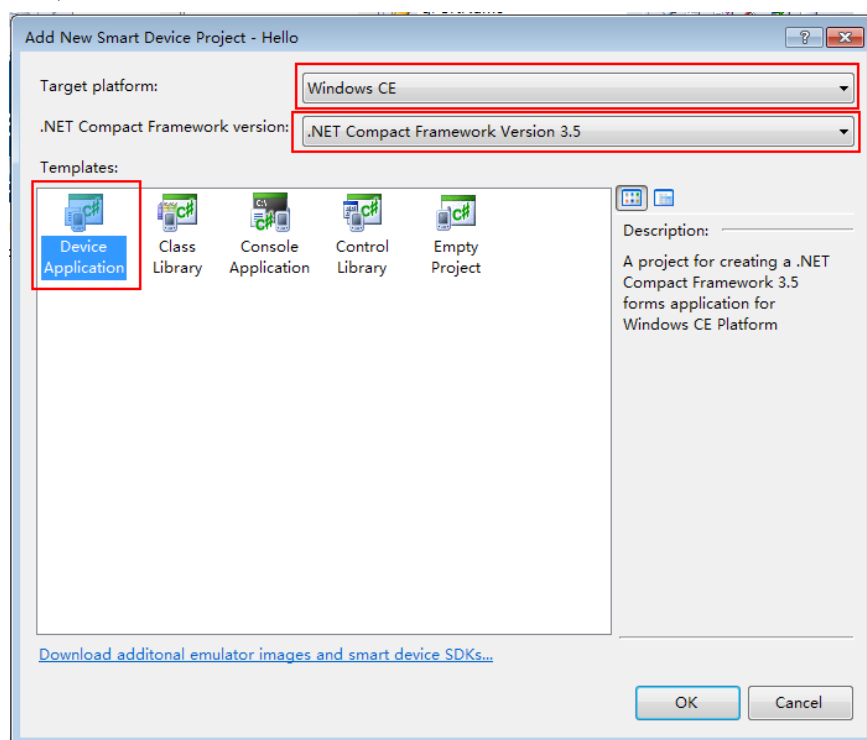
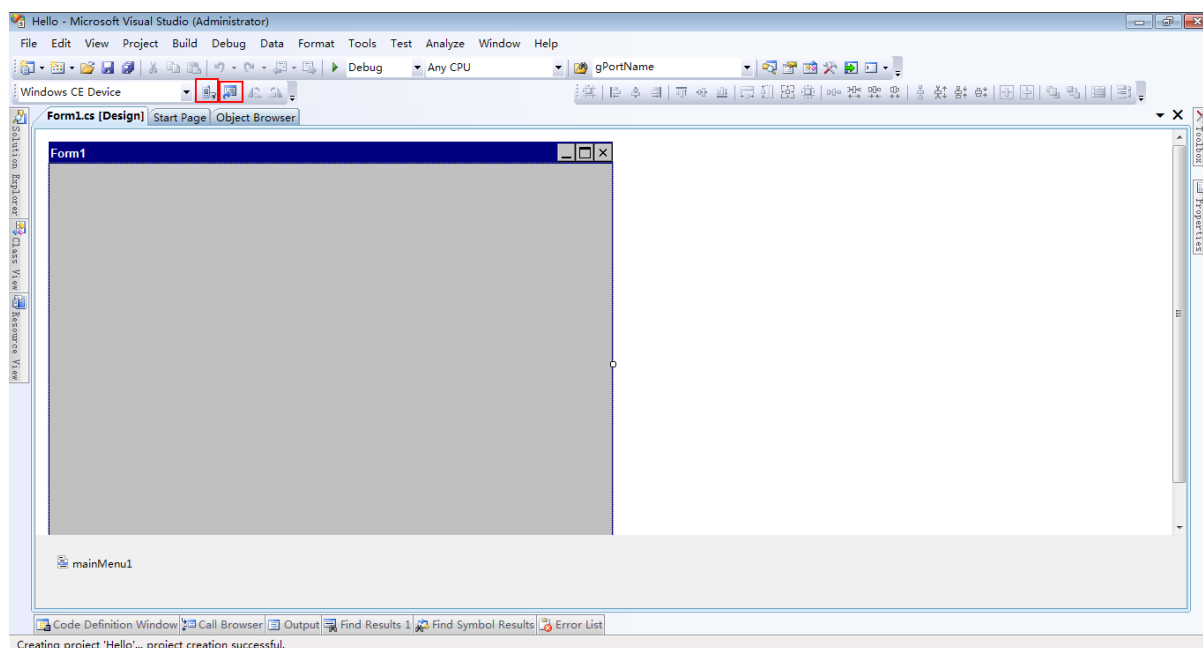
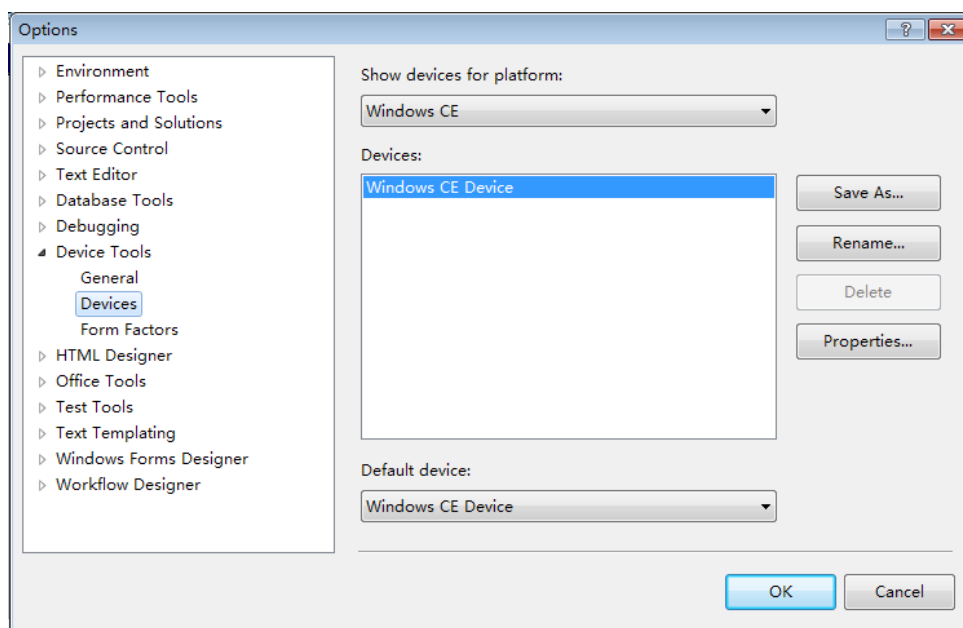
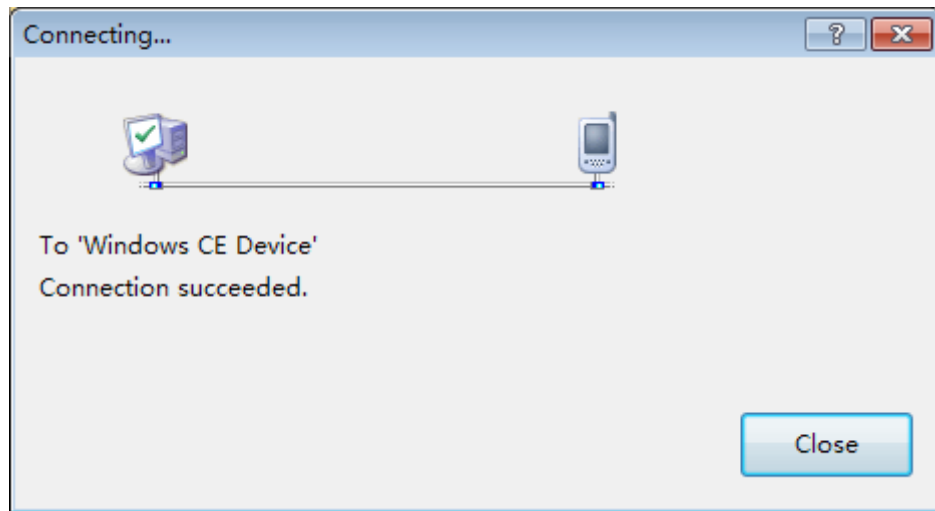

图 4-2
图 4-3
图 4-4
图 4-7
3) 选择 Project Types “Visual C#”下的 “Smart Device”，右上角选框选 .NET Framework 3.5(或者其他版本，如 2.0，3.0)，点击 OK 会弹出图 4-2:
4) 如图 4-2 所示进行设置，点击 OK，弹出窗口如图 4-3 所示。
5) 如果通过 TCP/IP 网口进行联机调试, 点击图 4-3 上所示的  按钮, 弹出如图 4-4 所示窗口。
9) 在开发机的 VS2008 开发界面点击  按钮（如图 4-3 所示），如图出现图 4-7 所示，表示调试连接成功，此时可以开始在 ZGT300 调试程序。